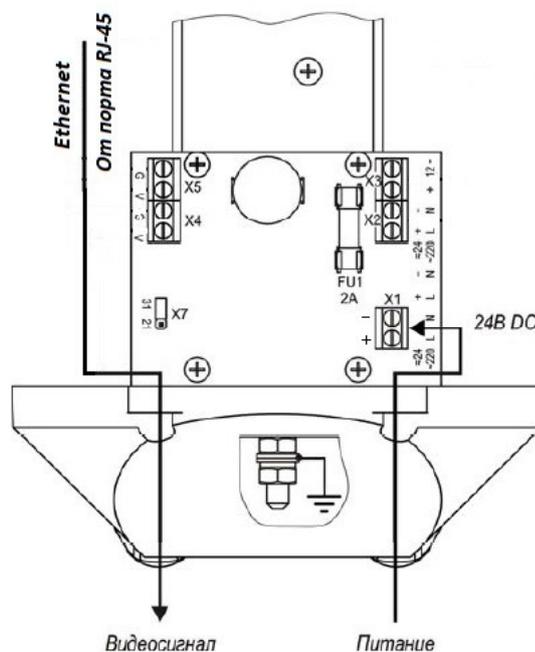

Рис.2
4. Соблюдая полярность подключить кабель питания к клеммнику X1 платы коммутации (рис.2)